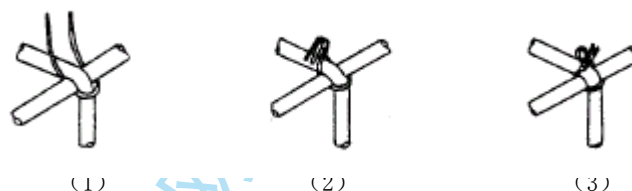

图 3.2.2 套扣绑扎顺序
- 3.2.3.4 绑梁上部纵向筋的箍筋，宜用套扣法（见图 3.2.2）绑扎。